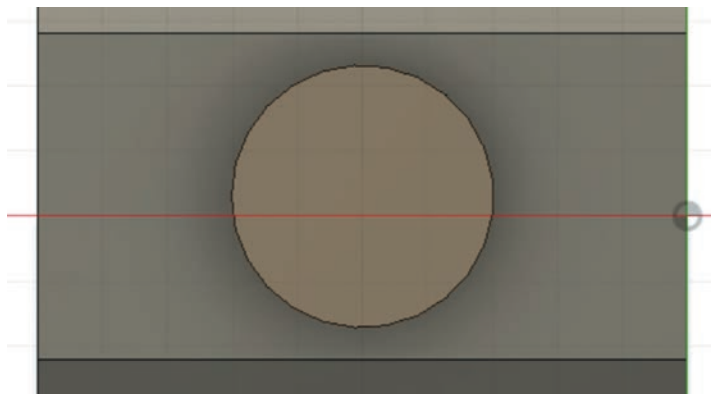

Рис. 38. Новый скетч (для ограничителя)
- 2.9. И начнём новый скетч командой **Create Sketch** (рис. 38).